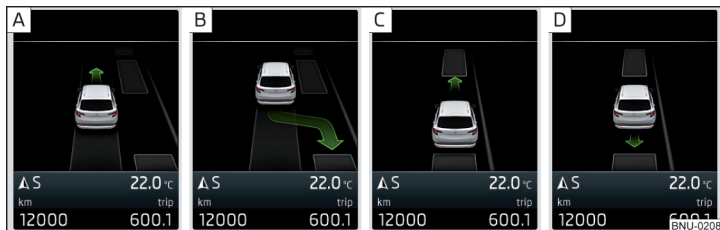
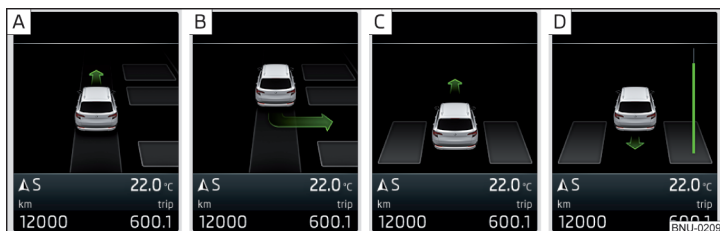

Fig. 274 Aparcar en una plaza de aparcamiento longitudinal: Visualización en pantalla
Fig. 275 Aparcar en una plaza de aparcamiento transversal: Visualización en pantalla
Si el sistema encuentra una plaza de aparcamiento, entonces en la pantalla se muestra el modo de aparcamiento recomendado » fig. 274 de la pág. 241 - **A** o » fig. 275 de la pág. 241 - **A**.
**Visualización en pantalla** » fig. 274 o » fig. 275
La plaza de aparcamiento encontrada se muestra en la pantalla » fig. 274 - **A** o » fig. 275 - **A**.